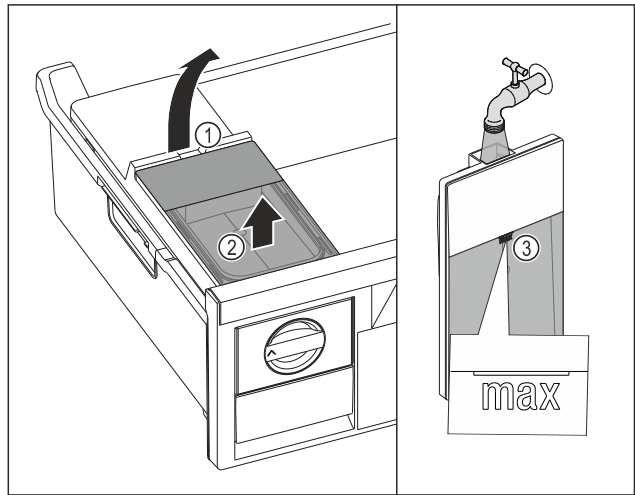

Fig. 124
- ▶ Підняти бак для води за заглиблення Fig. 124 (1).
- ▶ Вийняти бак для води рухом вгору. Fig. 124 (2)
- ▶ Наповнити бак для води питною водою до позначки Fig. 124 (3).